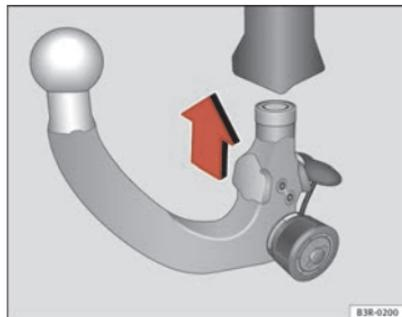

Fig. 156 Dispositivo di traino asportabile Come applicare il gancio a testa sferica
- Dopo aver caricato il gancio a testa sferica introdurlo nell'attacco e premere verso l'alto in direzione della freccia ⇒ fig. 156 ⇒ ⚠. La chiusura avviene in modo automatico. In questo momento si deve sentire chiaramente il rumore dell'innesto.